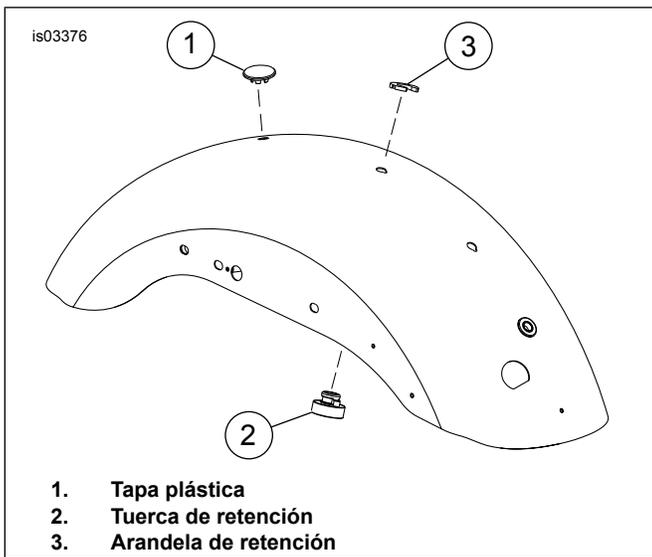

Figura 2. Tuerca de retención y tapa plástica (asientos individuales)
3. **Para los modelos XL883 y XL883L:** Vea Figura 2. Quite la tapa de plástico (1) del agujero trasero del guardabarros y guárdela.
4. Quite la tuerca de retención (2) y la arandela (3) del agujero central del guardabarros.